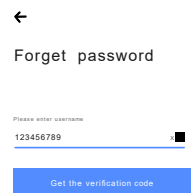

Abbildung 2.9 Benutzernamen eingeben
- b) Geben Sie den Benutzernamen des registrierten Kontos ein, wie in Abbildung 2.9 gezeigt, und klicken Sie auf die Schaltfläche „Bestätigungscode abrufen“.